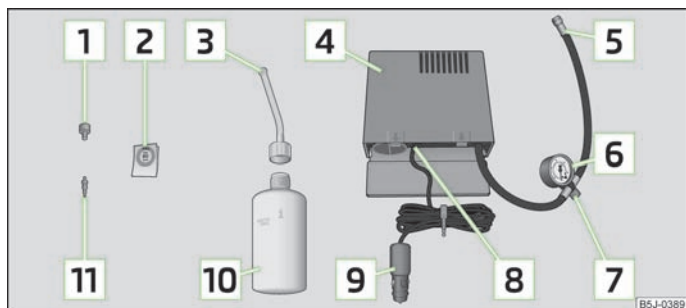

Fig. 134 Componentes del kit de averías
El extractor de válvulas **1** » fig. 134 tiene una ranura en el extremo inferior, en la que encaja el vástago de la válvula. Sólo de este modo se puede desenroscar y enroscar nuevamente el vástago de la válvula del neumático. Esto es válido también para el vástago de la válvula de repuesto **11**.
- Pegar la etiqueta adhesiva [2] » fig. 134 sobre el cuadro de mandos en el campo visual del conductor.
- Agitar la botella de inflado de neumáticos [10] » fig. 134 fuertemente varias veces.
- Enroscar el tubo flexible [5] » fig. 134 del compresor de aire fijamente en la válvula del neumático.